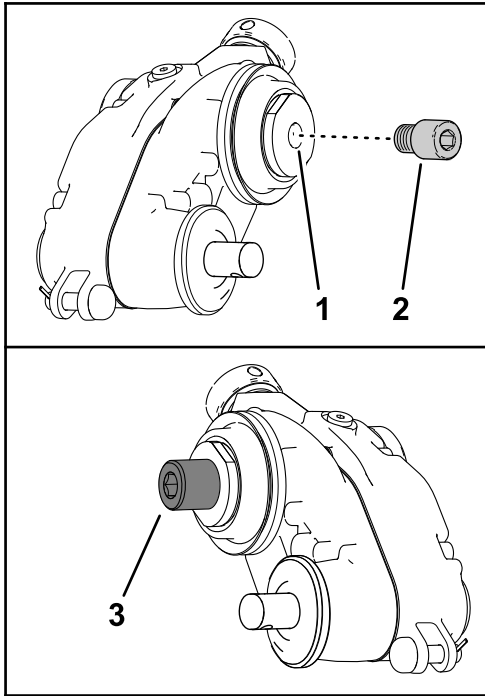

Figura 10
1. Applicate un composto frenafili a media resistenza (come Blue Loctite® 243) sulla filettatura interna dell'albero della scatola di trasmissione come mostrato in Figura 10 e serrate l'adattatore del cilindro e l'albero della scatola di trasmissione del groomer a una coppia compresa tra 150 e 163 N·m.